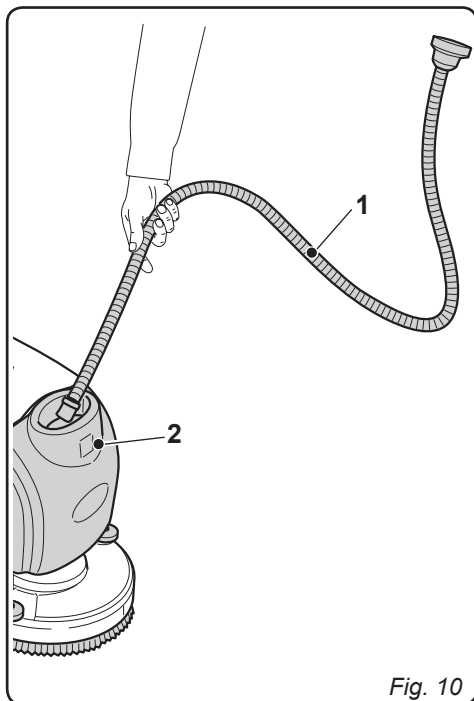

Fig. 10
8.1 LLENADO DEL DEPÓSITO (Fig. 10)